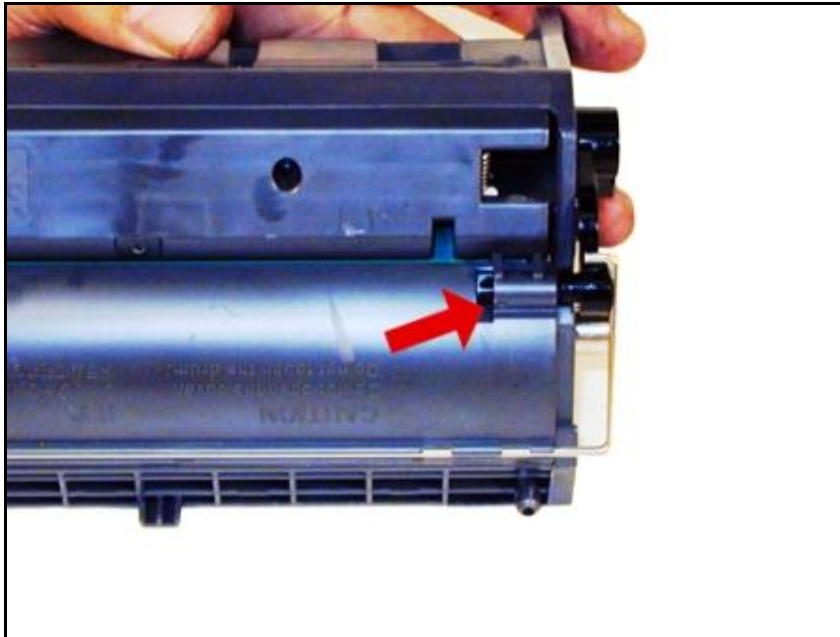

Ilustración 38
30. Presionar hacia adentro sobre la uña del brazo con resorte del obturador para liberarlo. Retirar el obturador. Ver ilustración 38.